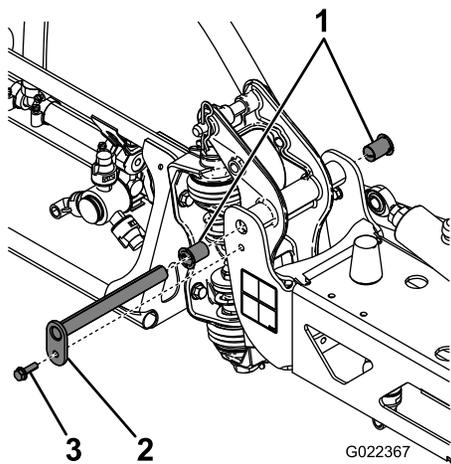

図 63
3. ブームを支えておきながら、ピボットピンをブームアセンブリに固定しているボルトとナットを取り外す 図 63。
4. ピボットピンを固定しているボルトとナットを外してピンを取り外す 図 63。
6. ナイロンブッシュを取り外し、ピボットブラケットの前面および後面側から見て点検する 図 63。
7. ナイロン製ブッシュに少量のオイルを塗り、ピボットブラケットに取り付ける 図 63。
8. センターフレームにブーム&ピボットブラケットアセンブリを取り付け、穴を整列させる 図 63。